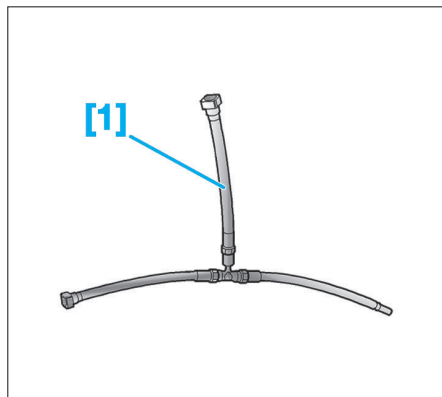

Fig. 54
- [1]. Raccords pour la purge du filtre à gazole (réf : 4244-T) (Fig.54),